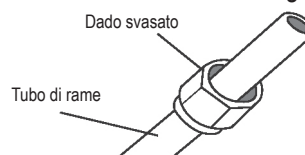

Fig. 6.3
3. Posizionare dei dadi svasati su entrambe le estremità del tubo. Verificare che siano rivolti nella direzione corretta poiché al termine della svasatura non è possibile riposizionarli o cambiarne la direzione. Vedere Fig. 6.3